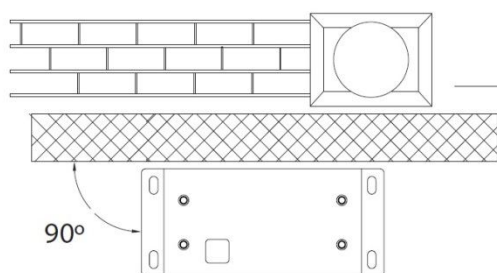
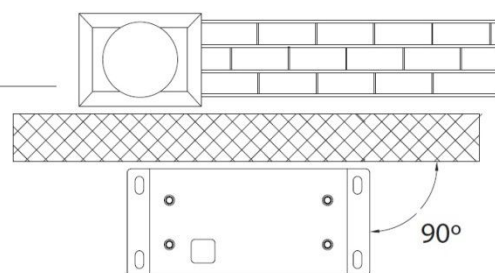

Fig. 09a
Fig. 09b
a) La plaque de fixation doit être placé comme dans la Fig.09a (fermer à droite) ou Fig.09b (fermer à gauche) pour assurer que la crémaillère et le pignon s'encaisse parfaitement.